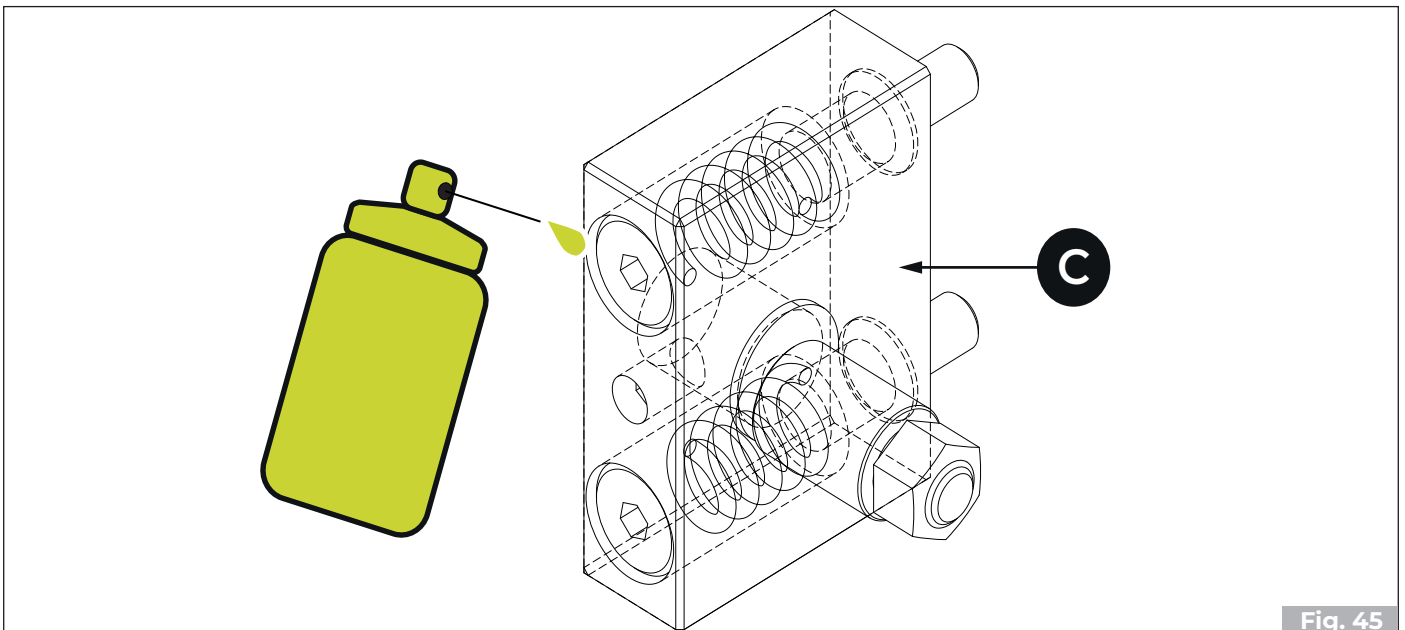

Fig. 45
Um einen korrekten und sicheren Betrieb der Feuerraumtür zu gewährleisten, müssen die Federn des Verriegelungsmechanismus, die sich im Inneren des Blocks (C) befinden, geschmiert werden. (**Fig. 45**)